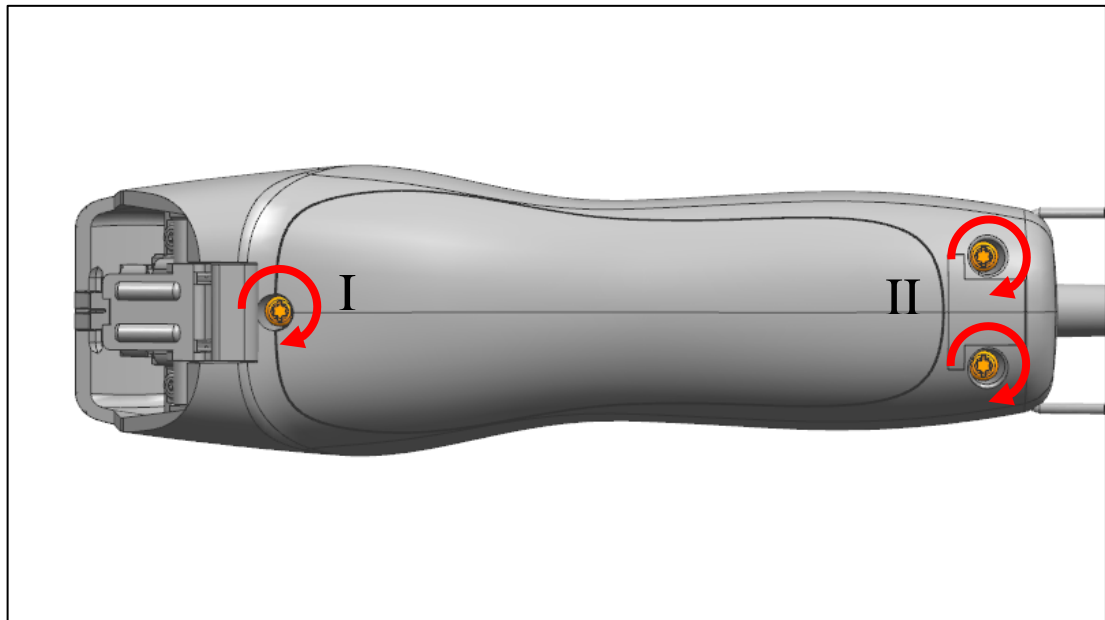

Abb. 46
- c) Drücken Sie dann das Gehäuse im hinteren Bereich zusammen und Schrauben Sie die zwei hinteren Schrauben mit jeweils 1Nm fest (Abb. 46). Nehmen Sie für alle Schrauben einen Torx-10 Drehmomentschlüssel.